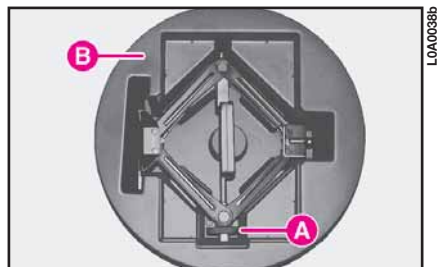

fig. 7
8) afloje con la mano la manivela **A** (fig. 7) del gato y sáquelo de la caja **B**;